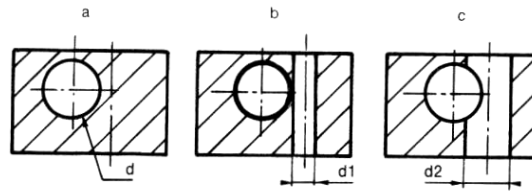

Figure 3
perpendiculaires (figure 3)**
- Percer le premier trou au diamètre  $d$  (figure 3.a).
- Réaliser le second trou à un diamètre  $d_1$  (figure 3.b) tel qu'il n'y a pas d'interférence des deux trous.
- Agrandir au diamètre  $d_2$  (figure 3.c).